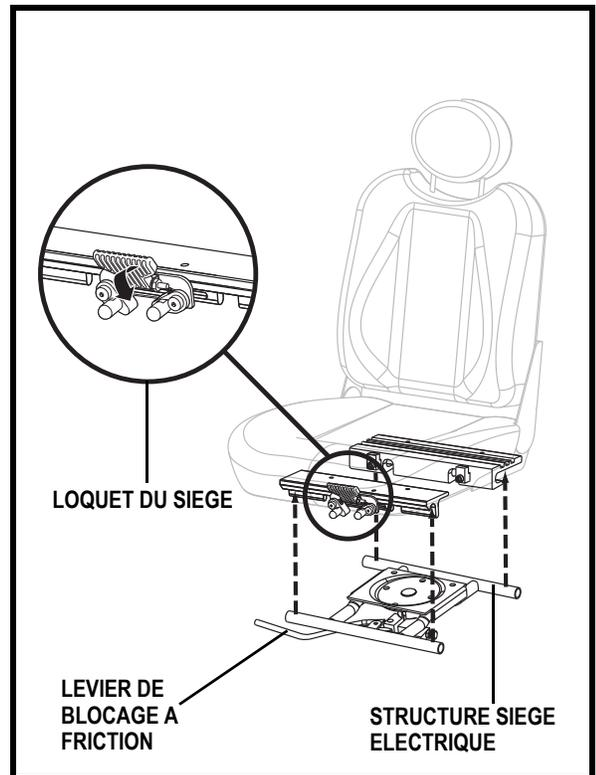
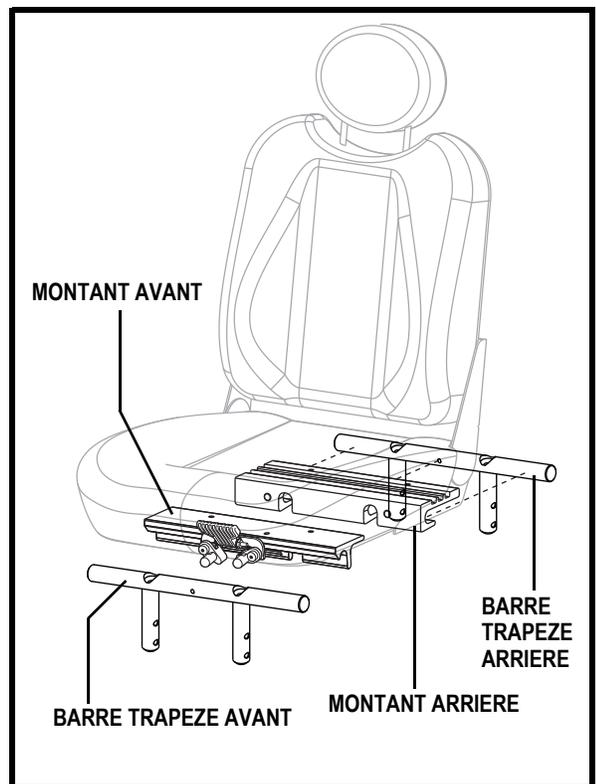

Figure 11. SMU – Système de siège électrique
Figure 12. SMU – Système du siège facultatif
Il se peut que vous ayez à installer le siège avant la première utilisation ou après avoir transporté votre fauteuil motorisé. La plupart des sièges sont fixés à la base à l'aide du «Système de Montage Universel» (SMU). Le système de montage universel (SMU) est composé de pièces compatibles au siège à dossier moyen ou à dossier haut sans égard à la largeur ou à la profondeur du siège. Les deux pièces principales sont des cornières d'aluminium montées sur la base du siège. Ces cornières fixent la structure du siège sur la base motorisée ou à une paire de barres trapèze (voir la figure 11) qui sont montées sur la base motorisée (voir la figure 12).
4. Basculez le loquet vers la bas. Voir la figure 11.